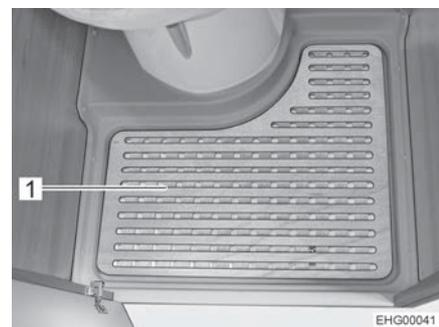

Fig. 100 Plancher amovible
- Retirer le plancher amovible (Fig. 100,1) pour se doucher.